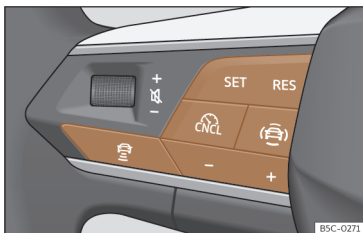

Fig. 133 No volante multifunções: botões para utilizar o ACC.
- Pressione o botão do volante multifunções >>> **Fig. 133**.
- Para começar a regulação pressione o botão **SET** >>> **Fig. 133**.
- Pressionar o botão e, em seguida, o botão + ou - >>> **Fig. 133**.
- >>> **Fig. 133** ou pressione o pedal do travão.